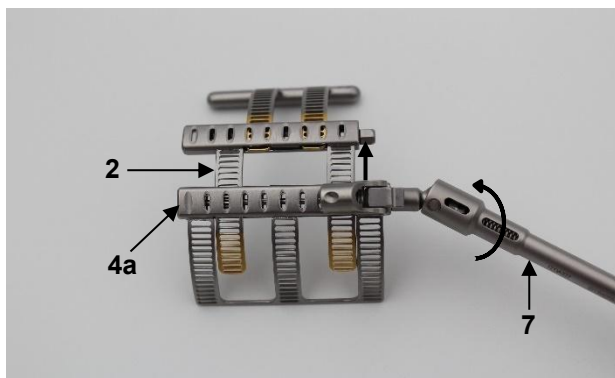
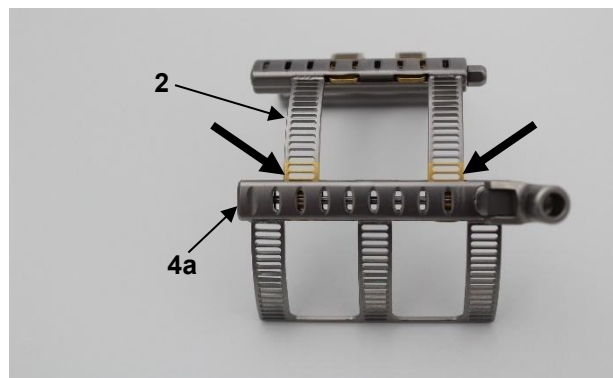

fig. 3a
fig. 3b
Dra sedan ut primärelementet (2) med hjälp av lämplig skruvmejsel (7). För att göra detta vrider du transportmekanismen på baselementets boxmodul (4a) medurs med hjälp av en lämplig skruvmejsel (7) (fig. 3a). Skjut endast ut primärelementet (2) tills de två första guldfärgade slitshålen syns från boxmodulen (4a) (se fig. 3b).